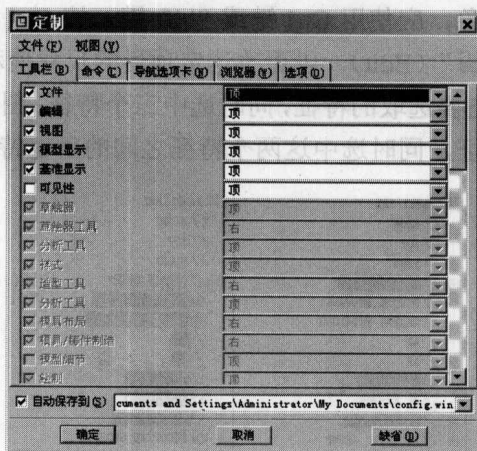

图 1-9
- 单击【定制】对话框中的【工具栏】按钮，显示如图 1-9 所示的【工具栏】选项卡，在该选项卡中可以设定菜单或按钮在窗口的放置位置。